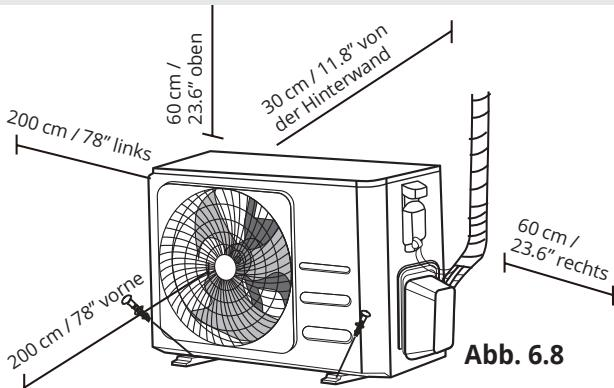

Abb. 6.8
**HINWEIS:** Der minimale Abstand zwischen Außeneinheit und Wänden, wie in der Installationsanleitung beschrieben, gilt nicht für luftdicht verschlossene Zimmer. Sorgen Sie dafür dass das Gerät in mindestens zwei der drei Richtungen (M, N, P) frei von Hindernissen bleibt (Siehe Abb. 6.8)